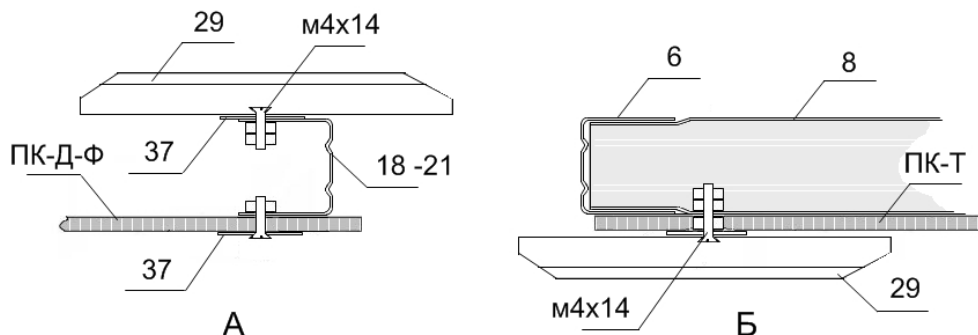

Рис. 20
- ✓ **Рис. 20-А** - УСТАНОВКА ВЕРТУШКА ВНУТРИ ТЕПЛИЦЫ.
- ✓ **Рис. 20-Б** – УСТАНОВКА ВЕРТУШКА СНАРУЖИ ТЕПЛИЦЫ.